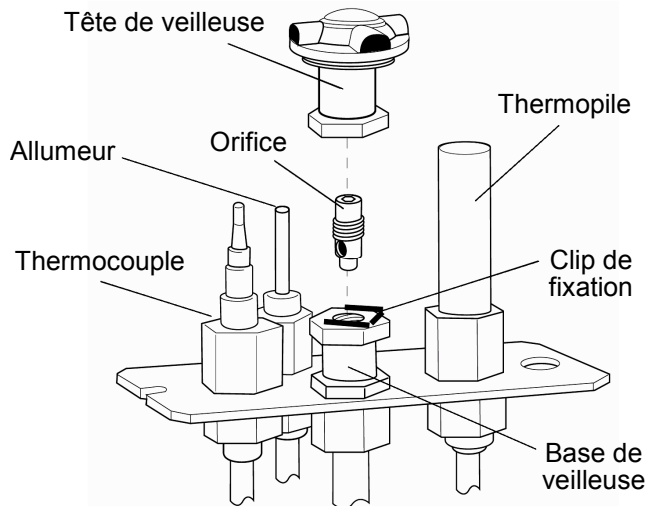

Figure 16. Retrait et remplacement de l'orifice de veilleuse.
11. **REPLACEMENT DE L'ORIFICE DE VEILLEUSE** : De l'intérieur de la chambre de combustion, retirez la tête de veilleuse en tirant vers le haut à partir de la base de la veilleuse. Voir fig. 16. Avec la clé Allen de 4 mm (incluse dans le kit) dévisser l'orifice de veilleuse (sens antihoraire). Remplacez-la par l'orifice adéquat.
12. Serrez l'orifice dans la base de la veilleuse. Pour éviter les fuites de dérivation, vérifiez que l'orifice est bien vissé : dessus d'orifice affleurant le dessus de base. Voir. Fig. 16. Réinstallez la tête de veilleuse en la poussant vers le bas sur la base de la veilleuse.